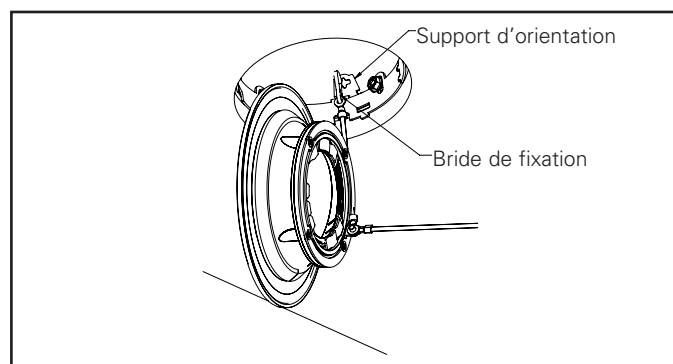

Figure 18.
5. Fixez la bride de fixation de la garniture au support d'orientation (Figure 18).